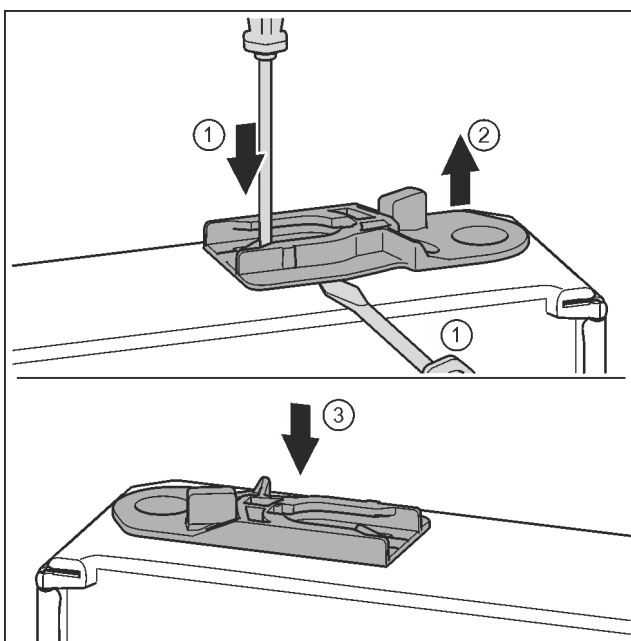

Fig. 37
- ▶ Geleidingsbus eruit trekken: Lip met de sleufschroevendraaier indrukken en gelijktijdig de sleufschroevendraaier onder de geleidingsbus plaatsen. Fig. 37 (1, 2)
- ▶ De bij de levering geleverde geleidingsbus op de andere zijde van de behuizing aanbrengen. Fig. 37 (3)